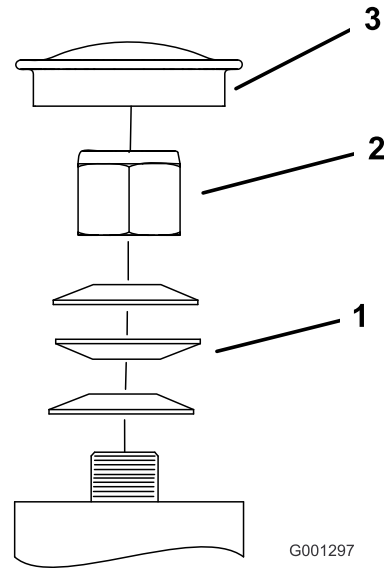

Figure 79
3. Retirez le capuchon antipoussière de la roue pivotante et serrez le contre-écrou (Figure 79).
4. Continuez de le serrer jusqu'à ce que les rondelles élastiques soient aplaties, puis desserrez-le de  $\frac{1}{4}$  de tour pour obtenir la précharge correcte des roulements (Figure 79).
**Important:** Veillez à placer les rondelles élastiques comme montré à la Figure 79.
5. Remettez le capuchon antipoussière en place (Figure 79).